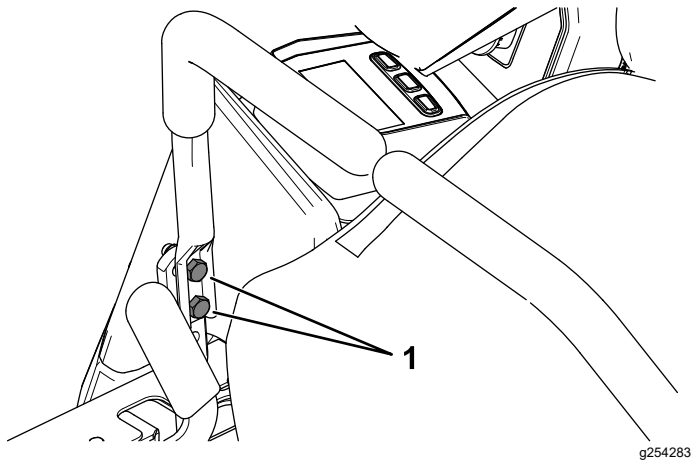

Figure 57
8. Si l'alignement doit être corrigé d'un côté, desserrez les 2 boulons de fixation du levier de commande de déplacement du côté concerné (Figure 57).
10. Resserrez les 2 boulons de fixation du levier de commande de déplacement (Figure 57).